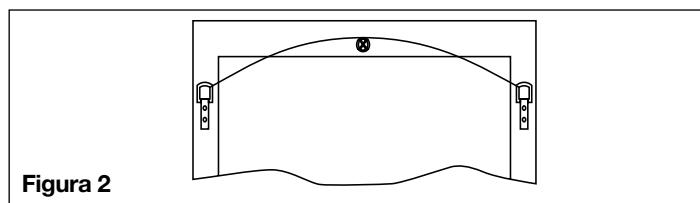

Figura 2
- Si elige utilizar cable para colgar (no se incluye), debe tener la capacidad de soportar un mínimo de 34,02 kg. Fije los soportes al cable, como se muestra a continuación (figura 2).